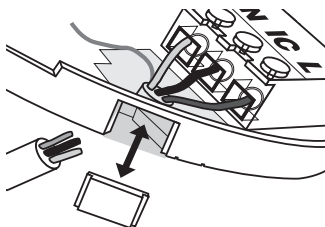

Bild 6
- (b) monteringsplattan har en löstagbar del, ta loss den och anslut en 25 mm kabelkanal såsom visas i bild 6. Om kabelkanalen är 16 mm, klipp försiktigt runt den markerade delen, så att överdelen är intakt och byt